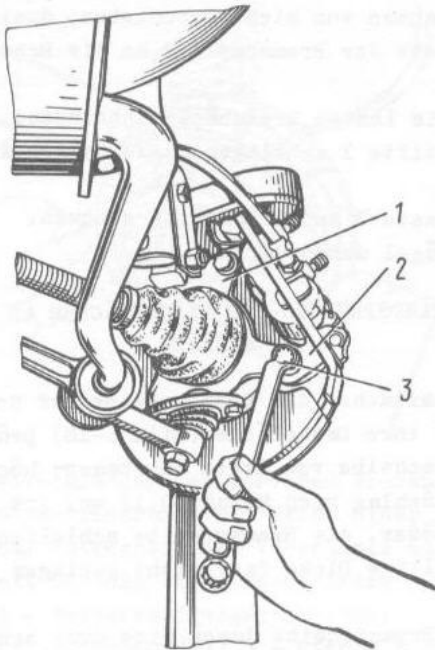

Bild 6-17. Ab- und Ansetzen des Bügels der Vorder-
- Schrauben 3 (Bild 6-17) zur Befestigung des Bügels an Achsschenkel losdrehen;
1. Anziehdrehmoment der Befestigungsschrauben 3 (siehe Bild 6-17) des Bügels: 70-80 Nm (7-8 kpm).